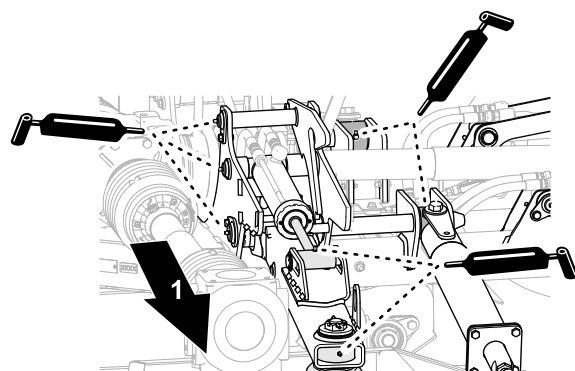

Figure 52
- Appliquez la graisse spécifiée sur les bras de levage, les vérins hydrauliques et les amortisseurs des tabliers de coupe gauche et droit (Figure 52).